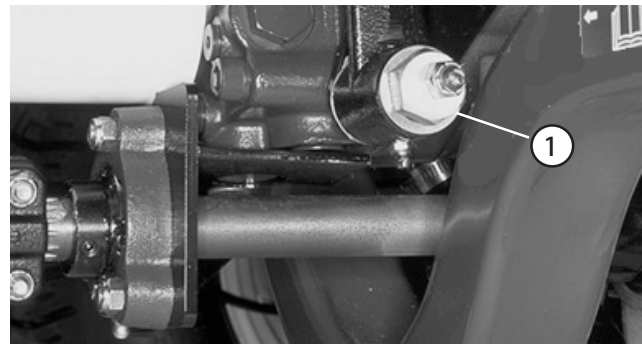

図 61
3. マシンの右側にあるトラクション調整カムのロックナットをゆるめる (図61)。